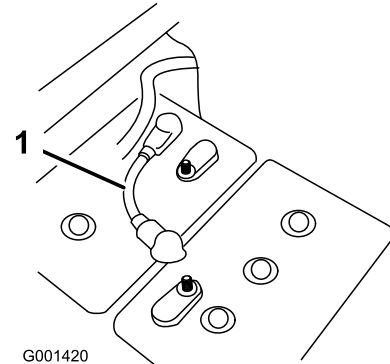

Bild 2
4. Entfernen Sie ein kurzes Batteriekabel, mit dem zwei Batterien in der Bank verbunden sind, um die Stromzufuhr zum System zu unterbrechen (Bild 2).